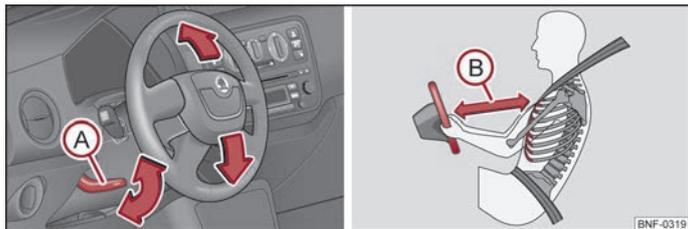

Fig. 57 Regolazione della posizione del volante / Distanza di sicurezza dal volante
- Abbassare la leva (A), sotto il volante ⇒ fig. 57 ⇒ ⚠.
- Premere la leva (A) verso l'alto fino all'arresto.
- Il conducente deve mantenere una distanza dal volante di almeno 25 cm ⇒ fig. 57 (B). Se non si rispetta questa distanza minima, il sistema airbag non può proteggere - pericolo di morte!